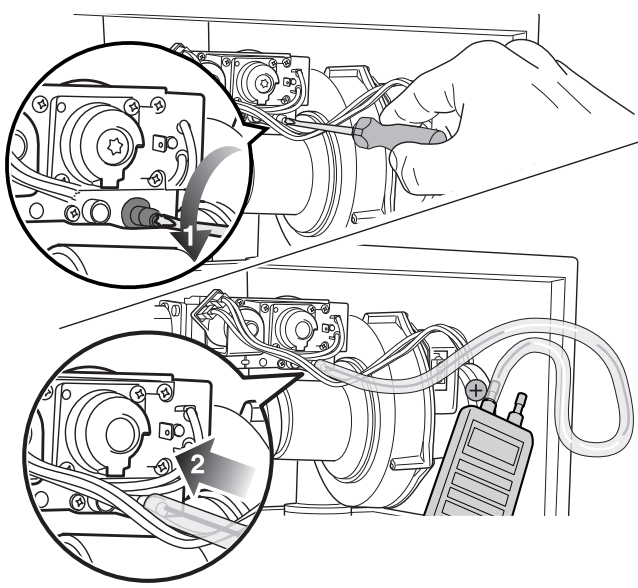

Рис. 81 Контроль соотношения газа и воздуха
- Отвернуть на 2 оборота запорный винт на ниппеле для измерения давления газа на горелке (рис. 81, поз. 1).
- Соединить при помощи шланга подключение "плюс" прибора измерения давления и измерительный ниппель для давления газа на горелке (рис. 81, поз. 2).